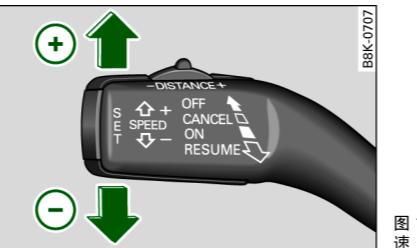

图 126 操纵杆：更改车速
- 将操作杆 短促 朝方向 **(+)** 推 ⇒ 图 126。存储的车速便会按车速表中的刻度线提高一格。